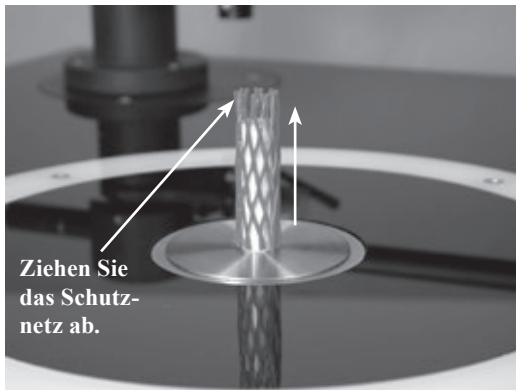

Abbildung 1
1. Ziehen Sie das Schutznetz von der vertikalen Keramiklagerachse ab. Siehe Abbildung 1.